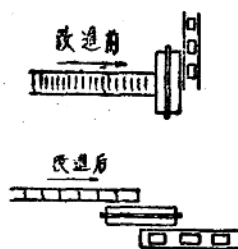

图5 自动打印机示意图
(3) 自动打印机(图5) 我们使用的有半自动转盘式打印机和自动打印机。目前我们使用的为自动打印机。自动打印机的构造与洗衣皂自动打印机完全相同，由于考虑到自动切块机出料口皂块的排列及连续生产线的合理安排，我们把原来打印机进出料方向成直角的形式改为直线进行。这样不但避免了切块机出来的肥皂需要重新排列的麻烦，同时也可以把打印好的肥皂直接送到包装间去，使车间布置更加合理。